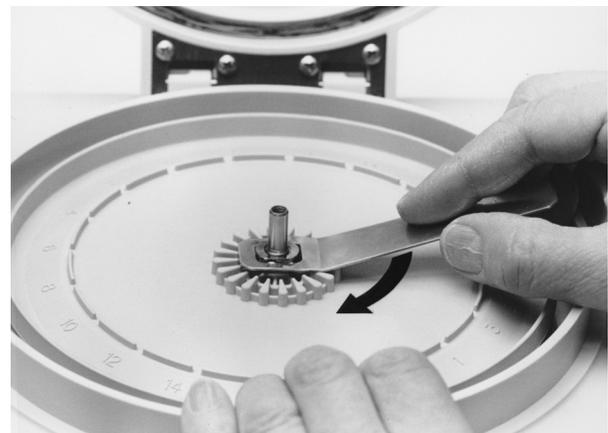

Abbildung 3-5. Anziehen des Rotors mit dem Kopfmutterschlüssel
- c) Schrauben Sie die Kopfmutter im Uhrzeigersinn fingerfest auf die Welle. Ziehen Sie die Mutter unter Verwendung des mitgelieferten Kopfmutterschlüssels mit leichtem Drehmoment an (Abb. 3-5). NICHT ZU FEST ANZIEHEN. Drehen Sie die Mutter um 1 bis 2 Röhrchenpositionen.